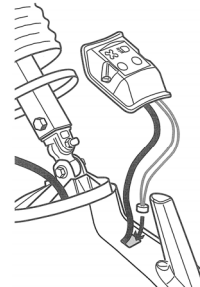

Fig.10
5) スポットライトのケーブルをフード内部に挿入してください。(Fig.10)